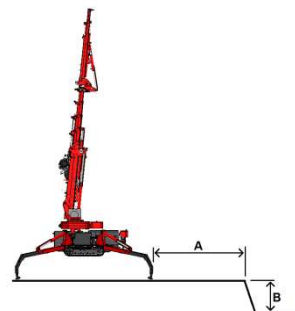

Figure 33
- Si la grue est stabilisée à proximité d'un fossé ou d'une pente, il est recommandé de maintenir une distance A entre le stabilisateur et le bord d'au moins deux fois la profondeur B du fossé (voir Figure 33).